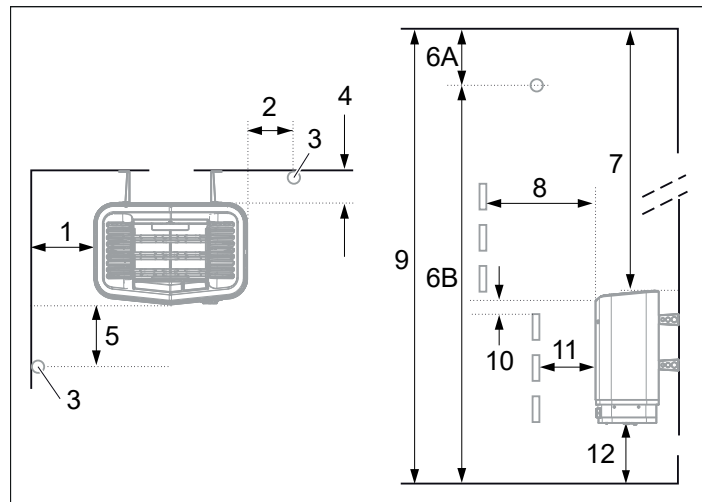
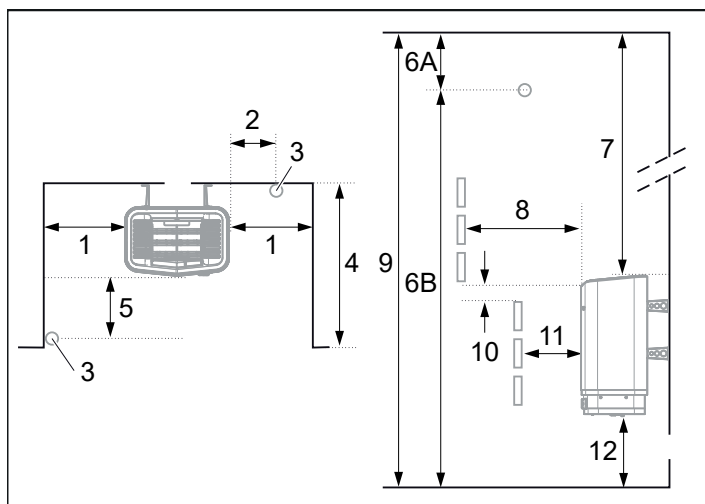

Fig 5: Placering av bastuaggregatet - normalmontage
Fig 7: Placering av bastuaggregat - nischmontage
- Planera sensors placering (se Fig 5, sidan 3 samt Fig 7, sidan 4).
- på samma vägg som dörren (endast i undantagsfall på sidoväggen, men då mycket nära dörrväggen). Aggregatet kan också placeras i nisch (se Fig 7).
- på säkert avstånd till golvet, sidoväggar och inredning (se Fig 5).
Placera sensorn enligt bilden (se Fig 5).
1. Placera aggregatet på säkert avstånd till golv, sidovägg och inredning (se Fig 7).
2. Placera sensorn enligt bilden (se Fig 7).